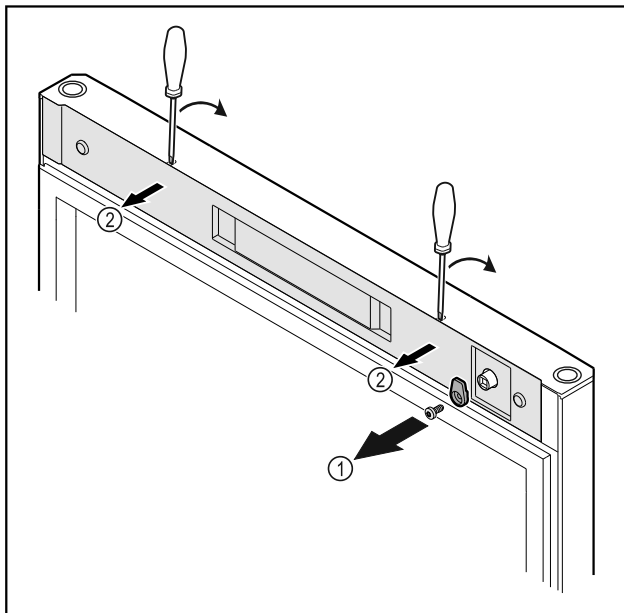

Fig. 21
- Irrota sulkuhaka Fig. 21 (1).
- Paina suojus Fig. 21 (2) pienellä ruuvimeisselillä paikaltaan ja ota se pois.